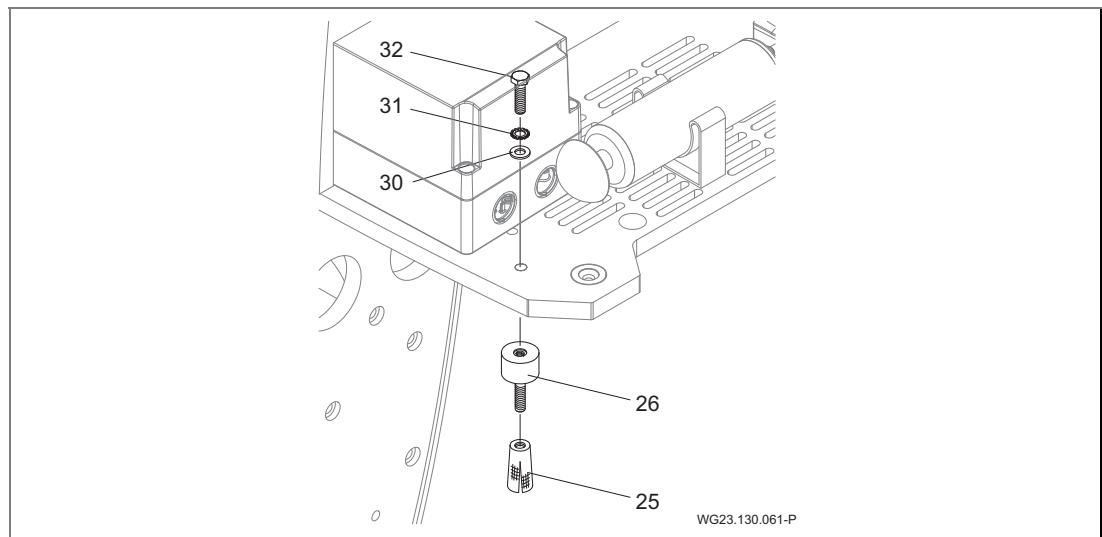
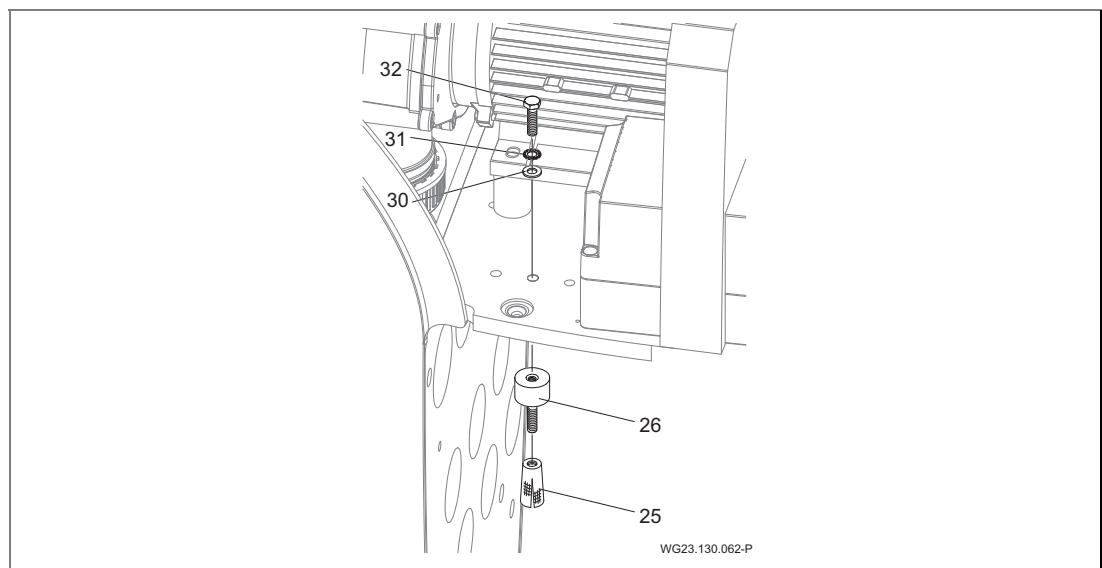

Fig. 6
Fig. 7
- Configurar anclaje tipo expansión de metal (25) y desatornillar dispositivos antivibración. Ver "Fig. 6" e "Fig. 7", página 21.
- Coloque el dispositivo sobre los dispositivos antivibración y fije a través de los tornillos hexagonales (32) con las arandelas dentadas (31) y las arandelas de ajuste (30). Ver "Fig. 6" e "Fig. 7", página 21.